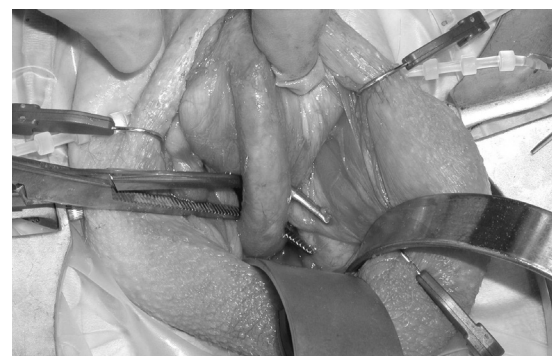

Figura 4-19.
8. Dado que o paciente está em supinação, a uretra está móvel e é possível utilizar uma pinça em ângulo reto para efetuar a disseção posterior da uretra praticamente sob visão direta. A pinça em ângulo reto é aberta para criar espaço suficiente para a colocação de um manguito oclusivo. (**Figura 4-19**)